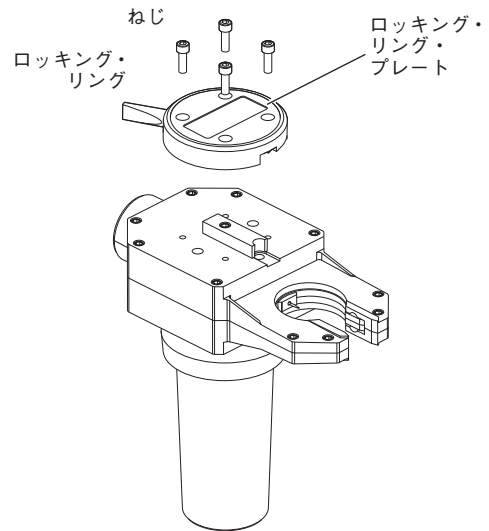

図 24：ロックリングおよびロックリング・プレートを取り外す
2. ねじ 4 本、ロックリング、ロックリング・プレートを取り外します。図 24 をご参照ください。